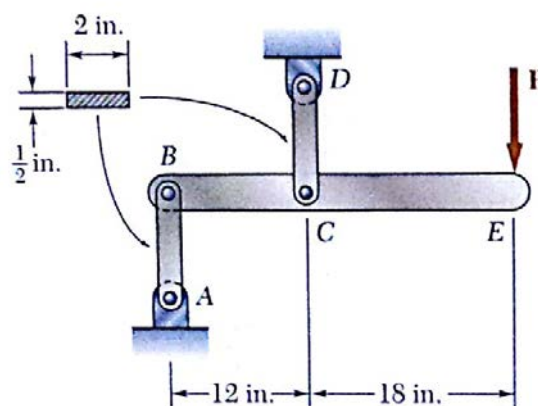

Figura 1
1.- Cada uno de los eslabones AB y CD mostrados en la figura 1 están conectados a un soporte y al elemento BCD mediante pasadores de acero de 1 in de diámetro que actúan en cortante simple. Si se sabe que el esfuerzo cortante último para el acero usado en los pasadores es de 30 ksi y que el esfuerzo normal ultimo para el acero usado en los eslabones es de 70 ksi, determine la carga P permisible si se desea un factor de seguridad general de 3.0